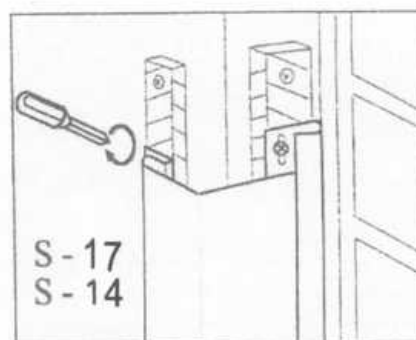

Figure 5
7.4 Baguette de finition S-14, fixée avant la pose du revêtement (figure 4), associable avec la baguette de fenêtre S 17 (figure 5) et la baguette de bandeau S19 et pour la finition en haut d'un mur.